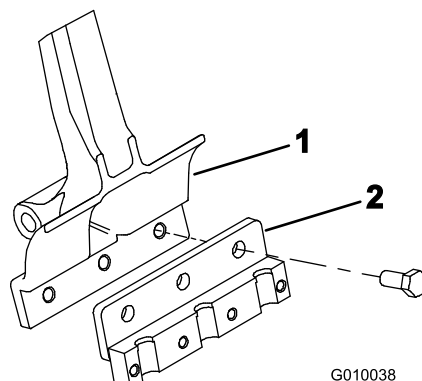

Figura 22
3. Su ciascun braccio delle fustelle montate un portafustelle (Figura 22) usando 3 bulloni ($\frac{1}{2}$ " x $1\frac{1}{4}$ "). Serrate i bulloni a 101,6 N·m.